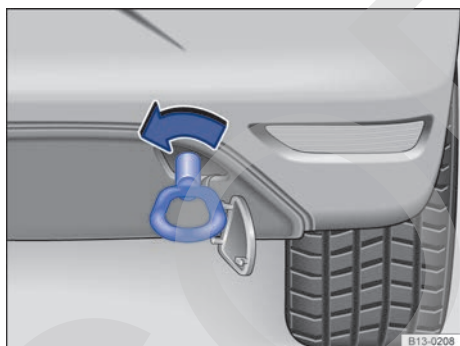

Fig. 151 En el lado derecho del paragolpes trasero: enrosca la argolla de remolque.
En función del modelo puede haber un alojamiento para la argolla de remolque enrosca en el lado derecho del paragolpes trasero detrás de una tapa → fig. 151 → ⓘ.
- Enrosque la argolla de remolque en el alojamiento girándola al máximo **en el sentido contrario al de las agujas del reloj** → fig. 151 → ⓘ. Utilice un objeto adecuado con el que pueda enrosca completa y firmemente la argolla de remolque en su alojamiento.